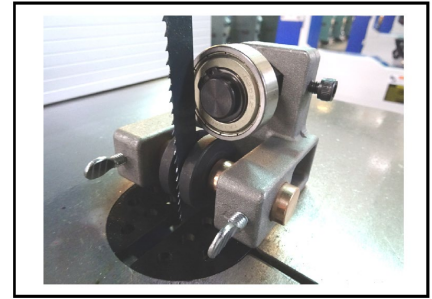
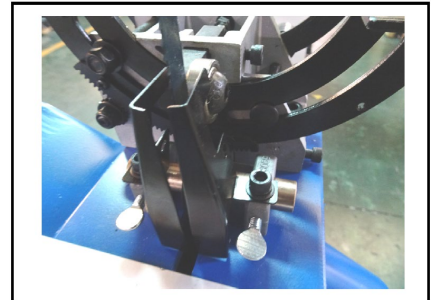

Abbildung 12
Abbildung 13
1. Stellen Sie das Lager der oberen und unteren Sägebandführung auf ca. 0,5 mm des Sägeband ein. Stellen Sie sicher, dass das Lager und die Rückseite des Sägeband ca. 0,5 mm ist. (siehe Abbildung 12 und Abbildung 13)